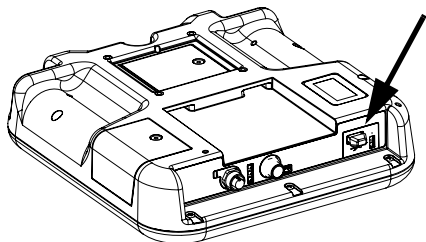

図 18: ADM USB ポート
1. USB フラッシュドライブを USB ポート (BL) に挿入します。図 18 (29 ページ) を参照してください。
3. USB フラッシュドライブを USB ポート (BL) から取り外します。